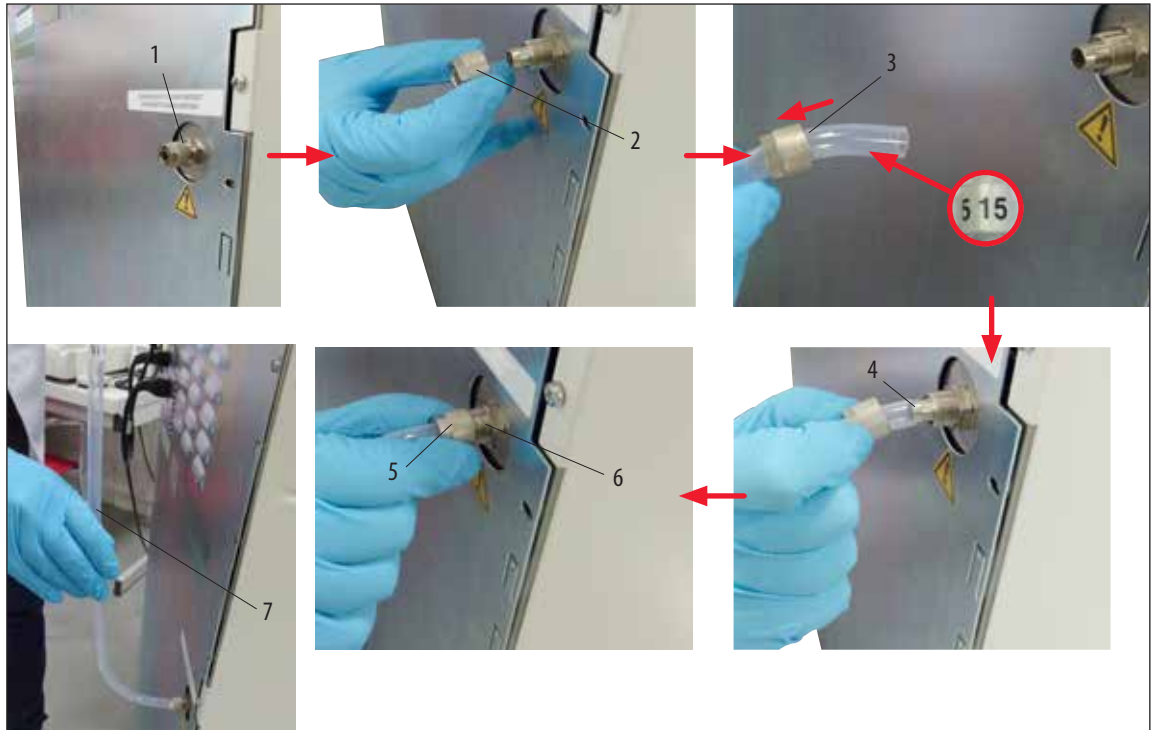

图 90
排气连接(图 90, 1)位于仪器背面。
1. 从连接处(图 90, 1)拧开螺母(图 90, 2), 将螺母推入标有“15”的软管的弯头(图 90, 3)。
2. 将标有“15”的软管的弯头尽可能推入连接的螺纹接头(图 90, 4)。
3. 将螺母(图 90, 5)牢固拧紧在连接螺纹中, 以固定排气软管(图 90, 6)。
4. 将排气软管转到直立位置(图 90, 7), 将标有“20”的软管连接至外部排气装置。